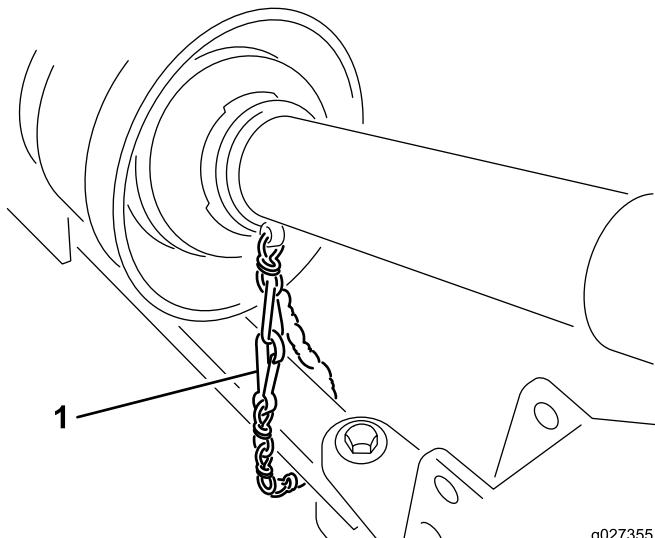

Figure 8
5. Accrochez la chaîne de sécurité de la protection au tracteur (Figure 8).